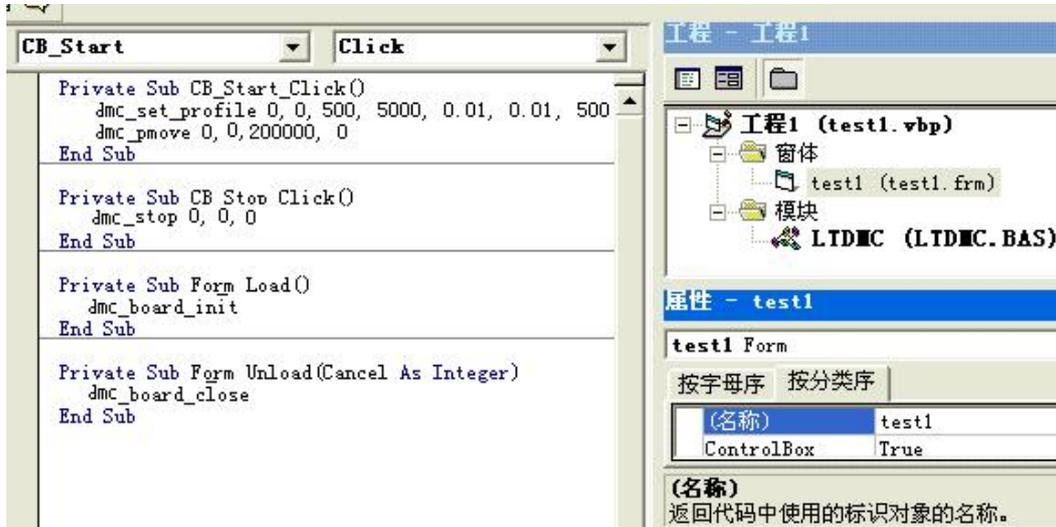

图 6.5 程序中调用运动控制卡库函数
6) 如图 6.5 所示，双击窗口控件，在 Form_Load 事件中添加代码 dmc_board_init。选择 UnLoad 事件，在 Form_Unload 事件中添加代码 dmc_board_close 双击“启动”按钮，在 CB_Start_Click 事件中添加代码如下：